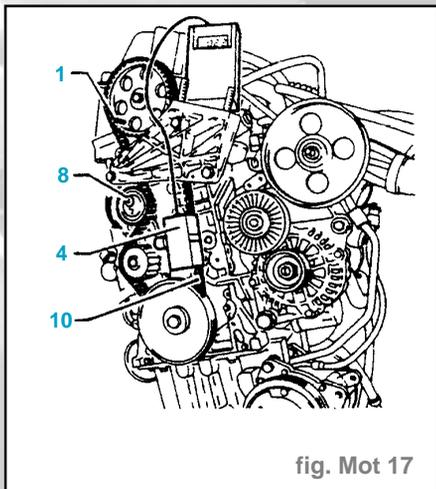

fig. Mot 17
- Mettre en place sur le brin (10), l'appareil de mesure de tension de courroie [4] (fig. Mot 17)
- Déposer (fig. Mot 17) :
- Reposer la pige [1] (fig. Mot 17).